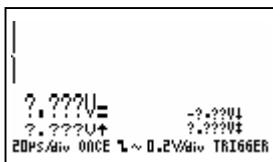

Fig 55
- '**once**' = single sampling (*fig 55 & 56*)
- '**once**' = eenmalige bemonstering (*fig 55 & 56*)
- '**once**' = synchronisation unique (*fig 55 & 56*)
- '**once**' = einmaliges Sampling (*fig 55 & 56*)